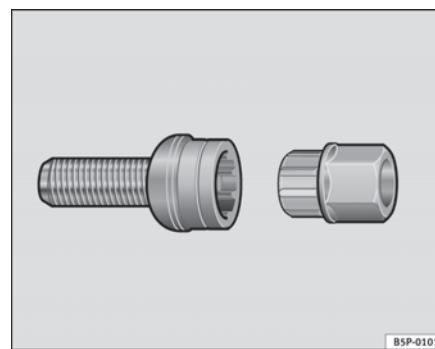

Fig. 137 Tornillo anti-
- Coloque el adaptador hasta el tope en el tornillo antirrobo de la rueda **⇒ página 216, fig. 137.**